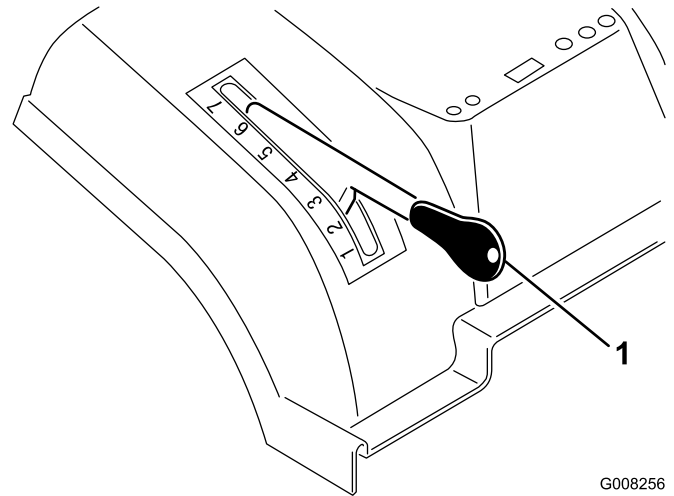

Figure 8
1. Appuyez de façon continue sur le bouton du levier de sélection de hauteur de coupe (Figure 8).